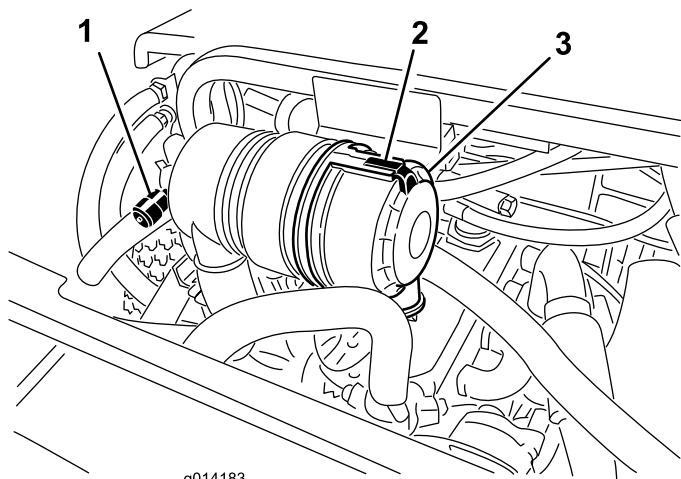

Bild 43
Warten Sie den Luftfilter nur, wenn die Wartungsanzeige dies angibt (Bild 43). Das frühzeitige Auswechseln des Luftfilters erhöht nur die Gefahr, dass Schmutz in den Motor gelangt, wenn Sie den Filter entfernen.
1. Lösen Sie die Lasche, mit er die Abdeckung des Luftfilters am Luftfilterkörper befestigt ist (Bild 43).